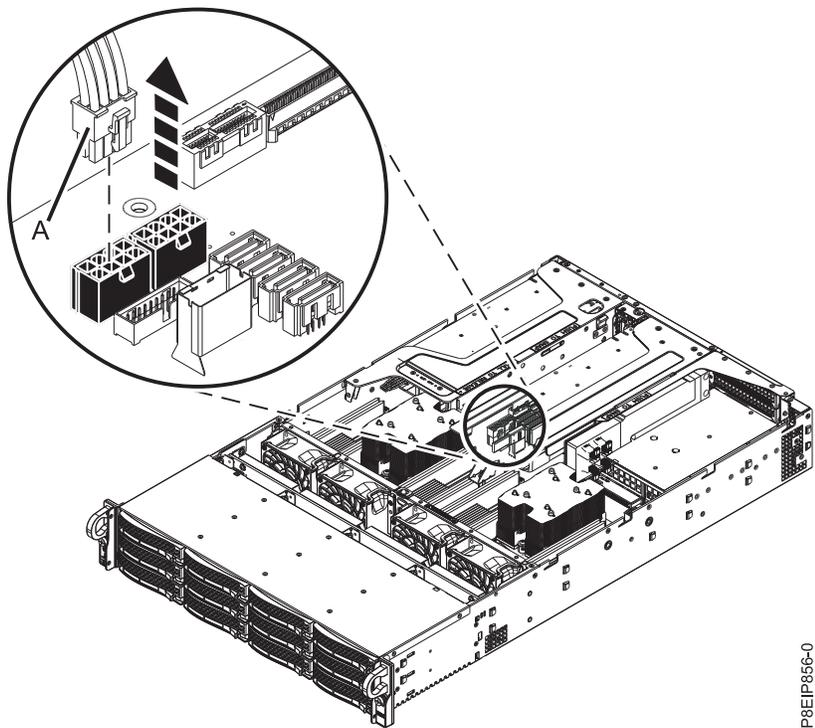

Figura 45. Desconexión del cable de alimentación de GPU
- a. Retire la patilla de sujeción (A).
- d. Si la tarjeta de expansión contiene una GPU, desconecte el cable de alimentación de GPU (A) de la placa posterior del sistema, como se muestra en la Figura 45 en la página 42. Utilizando el pulgar, presione el mecanismo de cierre en el conector para quitar el cable.